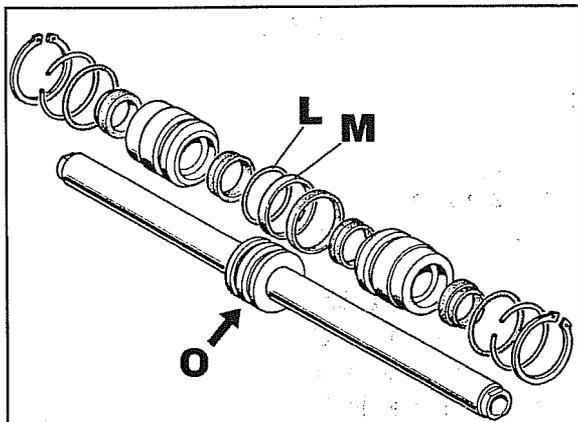
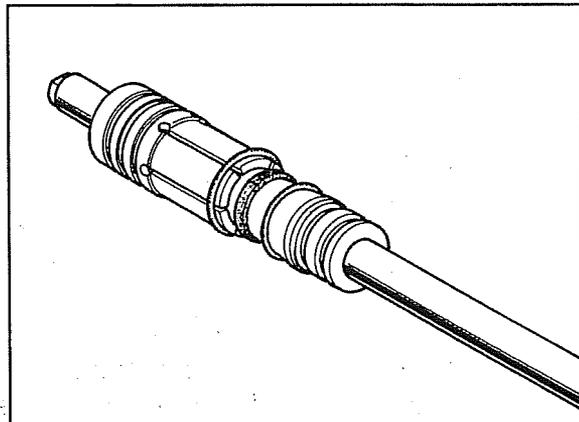

Fig. 72
Fig. 73
La fig. 72 montre les composants internes du cylindre de direction.
- Pour mettre en place les anneaux L-M fig. 72 dans le logement O du piston, il faut utiliser l'outil combiné N fig. 73.